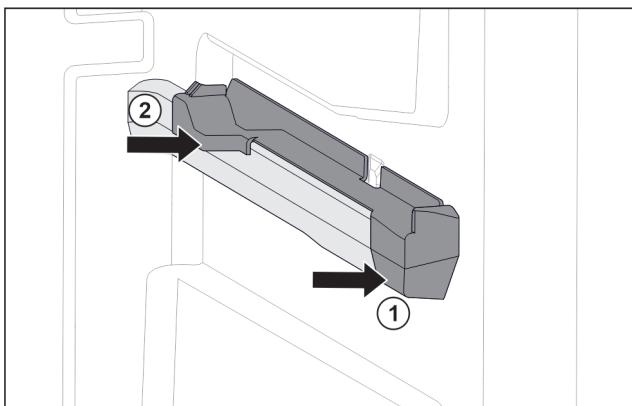

Fig. 109 Вставна частина на правому ребрі для резервуару
- Одягти вставну частину вперед на ребро резервуару. Fig. 109 (1)
- Притиснути вставну частину позаду. Fig. 109 (2)